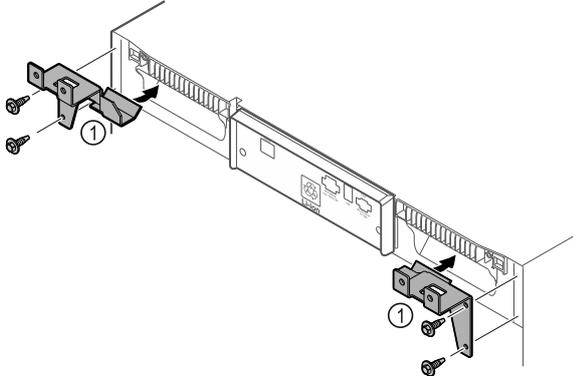

Fig. 11
- 用随附的自攻螺丝将固定部件 Fig. 11 (1) 安装在冰箱上。